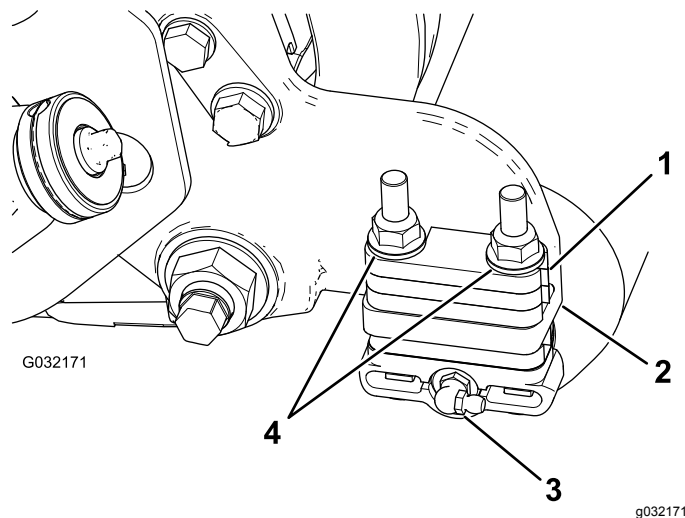

图3
- 从滚刀组的滚筒刷架一侧拆除滚筒的黄油嘴 图3。
- 拆下将每个滚筒支架固定到每个侧板的 2 个凸缘锁紧螺母以及位于侧板安装法兰顶部的所有 6mm 隔片 图3。